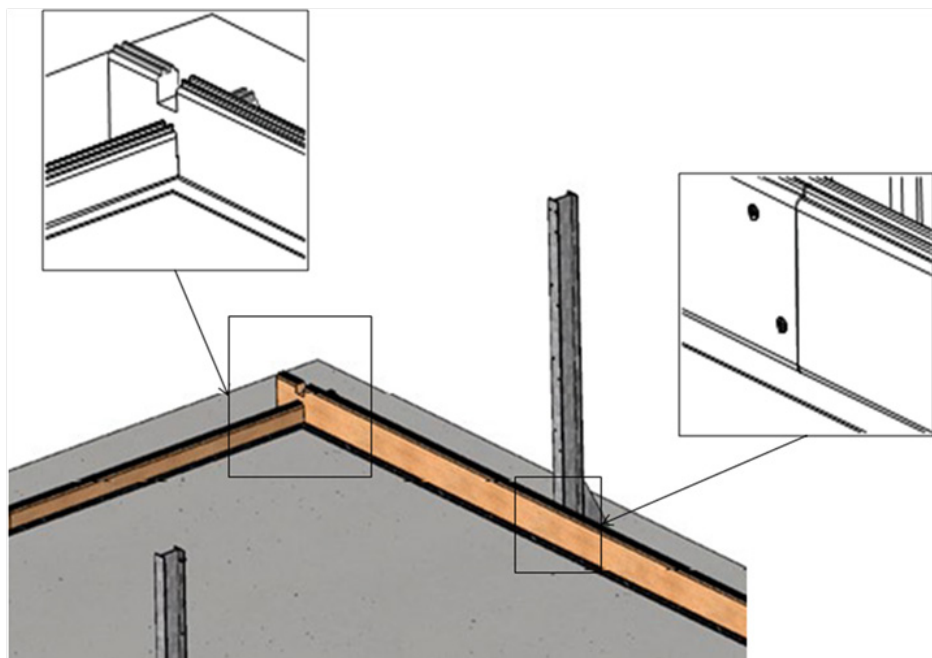

Figure 12 – Verrouillage des madriers entre eux
- Entre elles comme indiqué à la **Figure 12**, à l'aide de 2 vis par paire de lames, et sur les deux côtés comportant chacun 10 lames de hauteur, soit un total de 160 vis à tête fraisée 5 × 40 en inox A4 torx filetées sur 25 mm (sachet C),